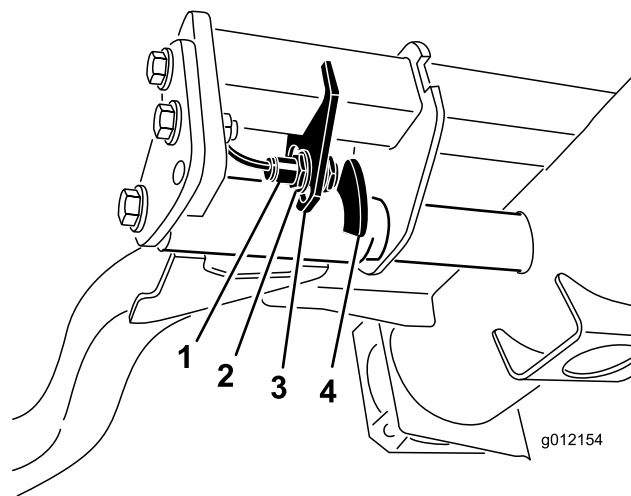

図 41
2. 昇降アームのスイッチは、油圧のメイン・タンクの下にある右前昇降アームの後ろ側に装着されている（図 41）。
3. スイッチの取り付けネジ（図 41）をゆるめ、スイッチの位置を下げると、昇降アームの旋回高さが長くなり、上げると、昇降アームの旋回高さが短くなる取り付けボルトを締め付ける。